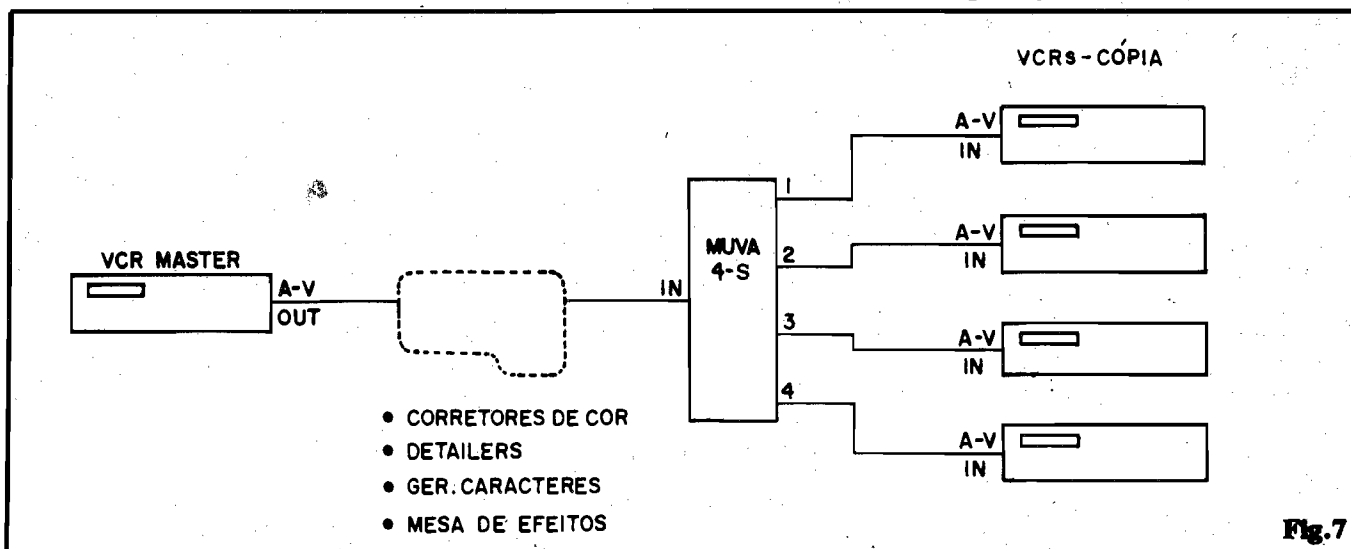

Fig.7
- FIG. 7 - O AJUSTE - A UTILIZAÇÃO BÁSICA - Um ajuste pode ser feito "ao vivo", de maneira bastante precisa... Basta ligar os terminais de Vídeo-Áudio Out de um VCR, através da cabagem apropriada, às Entradas de A-V do MUVA-4S e monitorar pelo menos uma das 4 Saídas do aparelho... Essa monitoração tanto pode ser feita de modo direto, no caso de se dispor de um TV com entradas de A/V (vídeo composto), ou através de um segundo VCR, com seus jaques de Entrada de Áudio e Vídeo ligados - por exemplo - à Saída 1 do MUVA-4S, e com um TV comum conectado (via eventual "casador" de
dio... Na fig. 7 temos o diagrama básico para utilização do MUVA-4S em cópia múltipla simultânea, usando-se 4 VCRs na função record (e, obviamente, um na função play). Se, eventualmente, a ilha de edição do Leitor incluir corretores de cor, amplificadores de vídeo (detalhadores), geradores de caracteres ou mesa de efeitos, tais elementos deverão ser colocados, no percurso de sinal, entre o vídeo "master" (VCR play) e a Entrada do MUVA-4S, de modo que todas as cópias se valham das funções de tais periféricos...